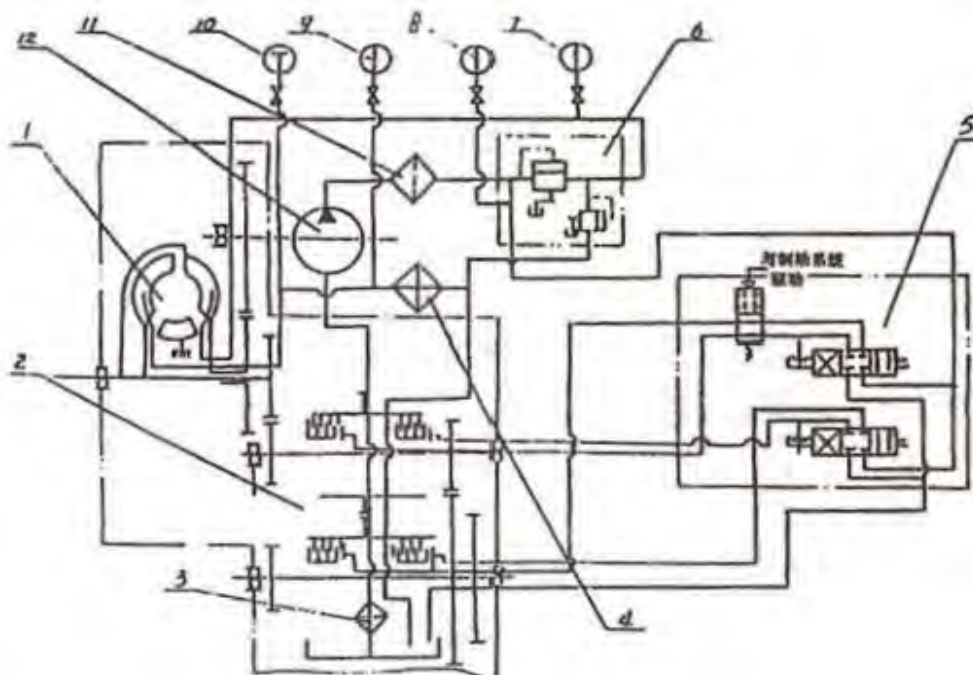

Figura 2-13 Diagrama esquemático del sistema de circuito de aceite del convertidor de par y la transmisión.
4.3.2.- Convertidor de par, sistema de aceite de la caja de cambios(véase la figura 2-13)